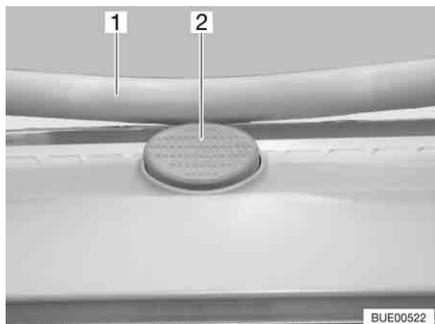

Fig. 89 Botão de segurança na clarabóia Heki
- Prima o botão de segurança (Fig. 89,2) puxando para baixo o arco (Fig. 89,1) com ambas as mãos.
- Empurre com ambas as mãos o arco para cima, até o arco ficar por cima do botão de segurança (Fig. 89,2).